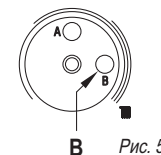

Рис. 5
- 1) Вращайте триммер настройки теплоотдачи котла против часовой стрелки до упора (В, рис. 5); вентилятор работает на минимальной мощности.
– Сработал предохранительный или дымовой термостат (рис. 5)